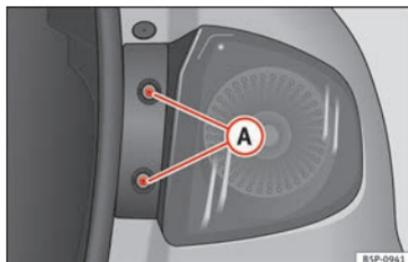

Fig. 184 Luz de población/freno.
- Extraiga los tornillos » fig. 184 (A).